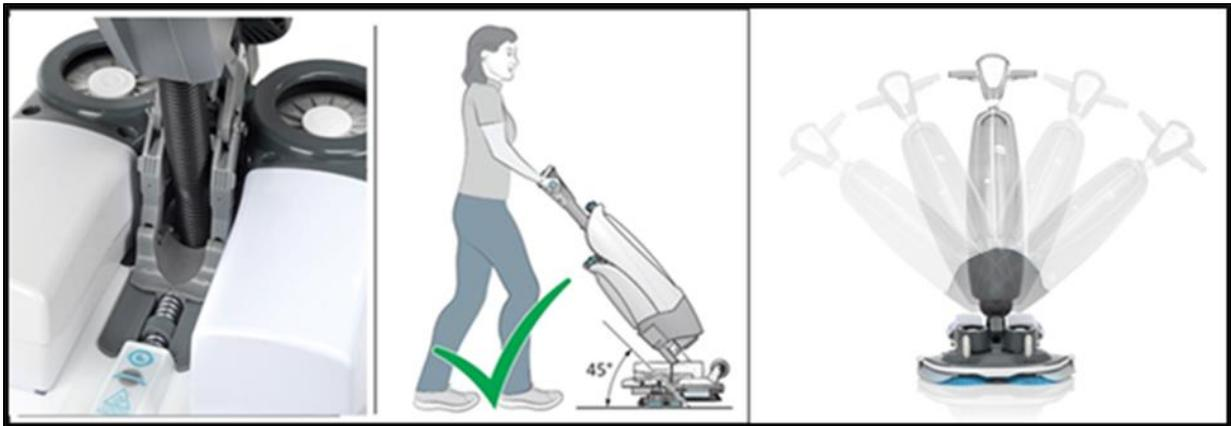

Figure 23b
1. Stationnement avec l'i-balancer_ (figure 23b)